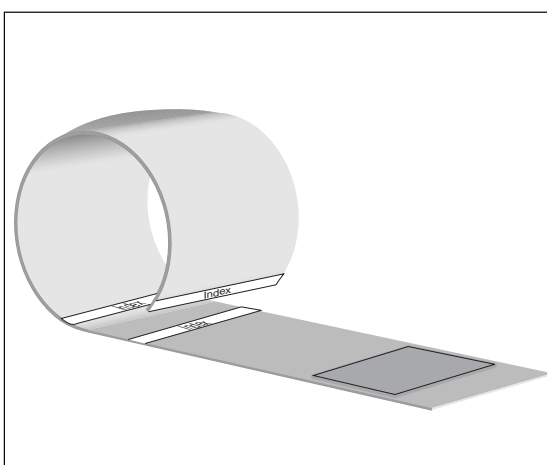

Рис. 4-2 Наложение манжеты
- после наложения манжеты белая пунктирная линия на ее краю располагается между двумя пунктирными линиями Index (в противном случае выберите манжету другого размера; Рис. 4-2);